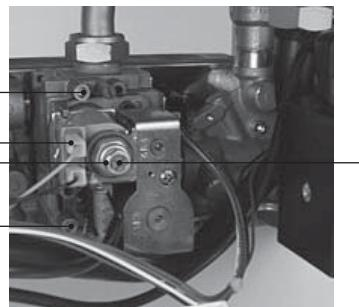

рисунок 7.1
- Ослабьте внутренние болты 34 (рисунок 7.1) на выходной контрольной точке газового клапана и подсоедините датчик давления, используя подходящий шланг.
- Отключите модулирующую газовую катушку, отсоединив электрический контакт В (рисунок 7.1).